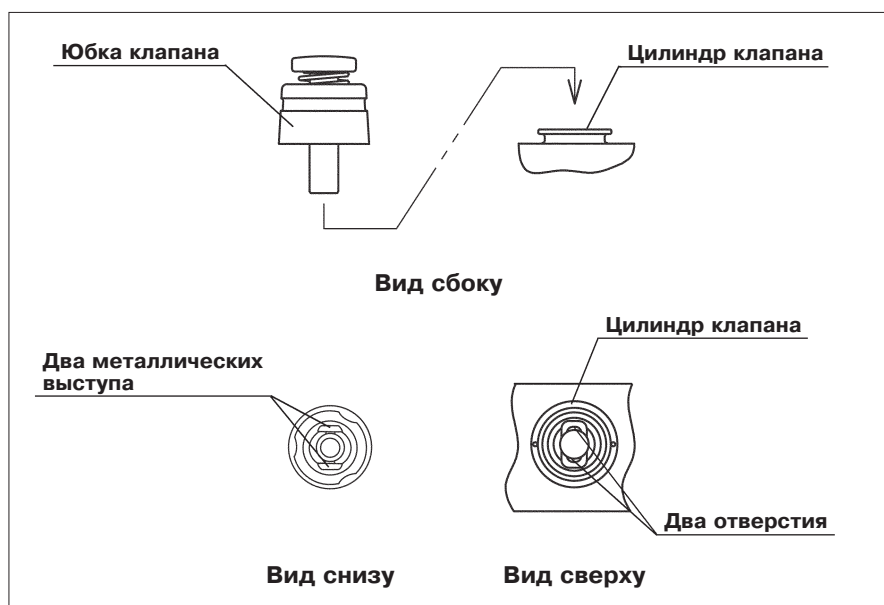

Рис. 3.10
2. Вставьте аспирационный клапан в отверстие цилиндра клапана на эндоскопе (см. рис. 3.10). Убедитесь, что клапан полностью соответствует размерам цилиндра, без зазоров и вздутия юбки клапана. Также убедитесь в том, что клапан не может вращаться.